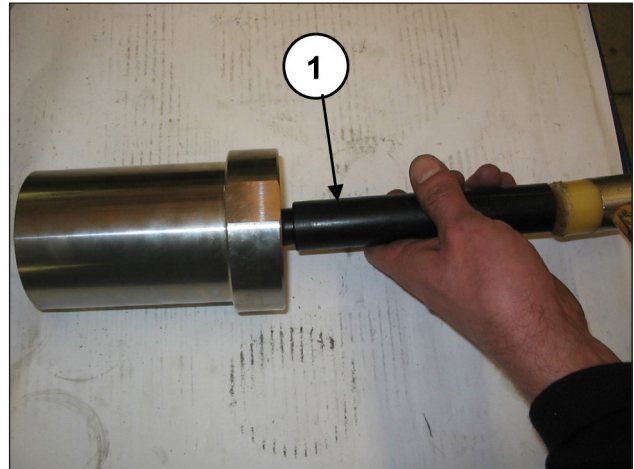
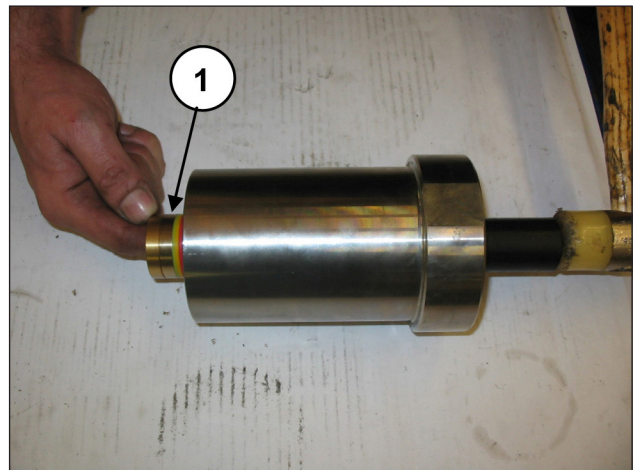

Fig. 114
Fig. 115
Une fois la chemise désassemblée du support des joints, utiliser une goupille en plastique (rep. ①, Fig. 114) pour chasser le lot HP (haute pression) (rep. ①, Fig. 115).
Remplacer le lot HP (rep. ①, Fig. 115) chaque fois que l'on procède au démontage.